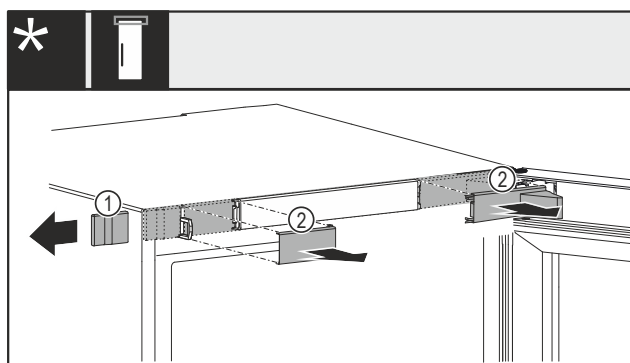

Fig. 13 Mechanikus vagy elektronikus zárral*
- ▶ Óvatosan vegye le a fedelet Fig. 13 (1) oldalirányban.*
- ▶ Óvatosan távolítsa el a fedelet Fig. 13 (2) előre felé.*